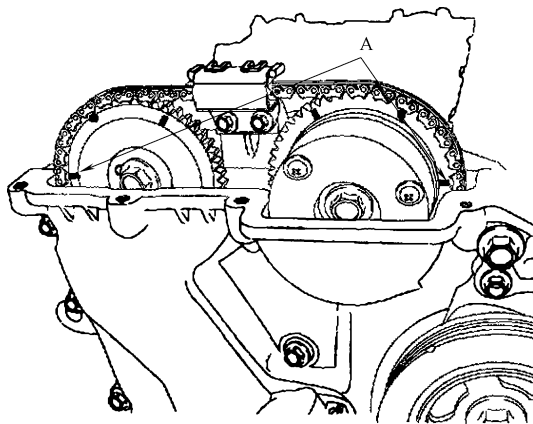

图 29-24 凸轮轴正时链轮上的标记 A 与气缸盖表面处于平齐位置
- ② 确认凸轮轴正时链轮上的标记 A 与气缸盖表面处于平齐位置，如图 29-24 所示。